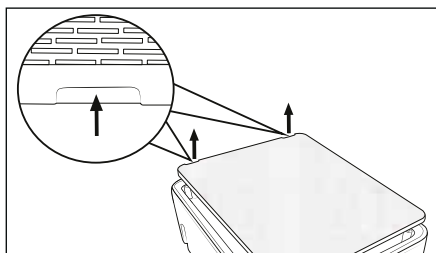

Fig. 5
- ◆ Retire la cubierta 6 por las ranuras de agarre de la parte superior del aparato (consulte la fig. 5). aspire la cubierta 6 por ambos lados con un aspirador. No es necesario limpiar el filtro EPA 7. Vuelva a fijar la cubierta 6 en el aparato de forma que las ranuras de agarre queden en la parte superior del aparato.